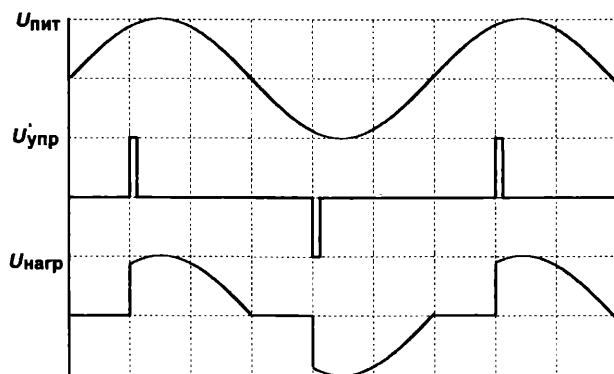

Рис. 10.2. Графики напряжения в схеме фазового управления с помощью пары тиристоров (или симистора)
На осциллограммах (рис. 10.2) перед нами пример управления мощностью в нагрузке с помощью пары встречно-параллельно включенных тиристоров или одного симистора. В начале каждого полупериода тиристор закрыт, управляющий импульс подается только через промежуток времени, равный трети длительности этого полупериода (т. е. со сдвигом фаз, равным $\pi/3$ относительно напряжения питания), и тогда тиристор открывается. Закрывается он, как уже говорилось, автоматически в момент перехода питающего напряжения через ноль.
В результате напряжение на нагрузке будет иметь необычный вид, показанный на графике (см. рис. 10.2, *внизу*). Каково будет действующее значение напряжения? Ясно, что оно будет меньше, чем в отсутствие тиристора, — или чем в случае, если бы управляющий импульс подавался в самом начале периода. Если же, наоборот, подавать управляющий импульс в самом конце, то действующее значение будет близко к нулю. Таким образом, сдвигая фазу управляющих импульсов, мы можем плавно менять мощность в нагрузке с достаточно высоким КПД.
рующее, а переменное напряжение (как на осциллограмме, приведенной на рис. 10.2, *внизу*). Для того чтобы получить напряжение в нагрузке в оба полупериода, используются два тиристора VD1 и VD1', включенные встречно-параллельно. Управление ими осуществляется через импульсный трансформатор T1, который представляет собой ферритовое кольцо марки 1000НН–2000НН диаметром от 10 до 20 мм. Обмотки намотаны проводом МГТФ-0,35. Первичная обмотка (I) содержит 20–30 витков, вторичные (II и III) наматываются вместе и содержат от 30 до 50 витков каждая. Обратите внимание на противоположную полярность включения вторичных обмоток — если она иная, то включение нагрузки будет только в один из полупериодов.